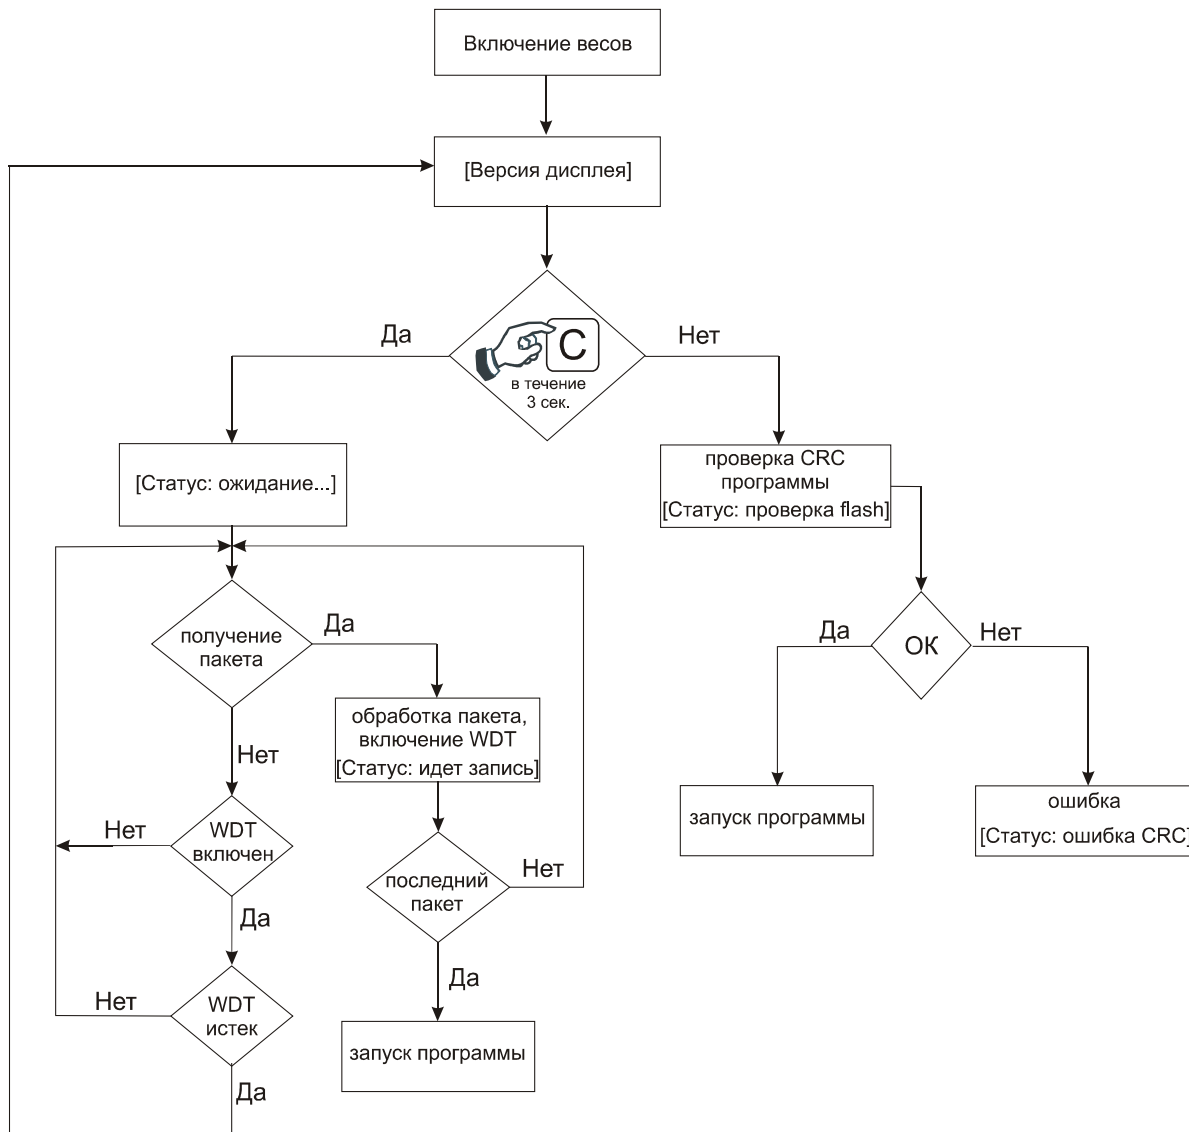
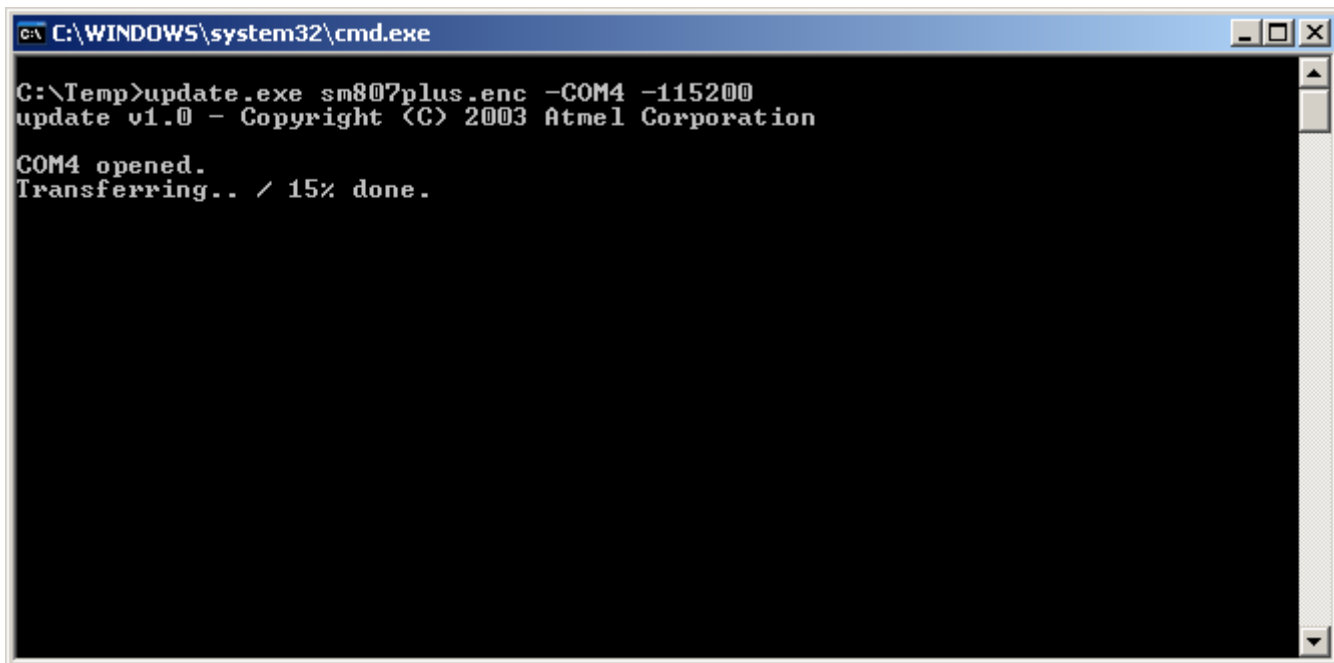

Рисунок 56. Алгоритм работы программы-загрузчика
Рисунок 57
2. Включите весы. При включении весов запускается программа-загрузчик, а на экране в течение нескольких секунд отображается версия дисплея (см. Рисунок 56). Если в это время нажать любую клавишу весов (для примера пусть это будет клавиша С), весы входят в режим ожидания обновления основного ПО, при этом на экране отображается надпись «Загрузчик Штрих-Принт 4.5 Статус: ожидание...». Запустите утилиту для изменения версии ПО - на экране монитора появится окно с отображением хода выполнения программы (см. Рисунок 57), а на экране весов статус сменит значение на «идет запись». При завершении прошивки статус сменится на «выполнено», а весы будут издавать повторяющийся звуковой сигнал. Прошивка завершена, выключите и включите вновь весы.